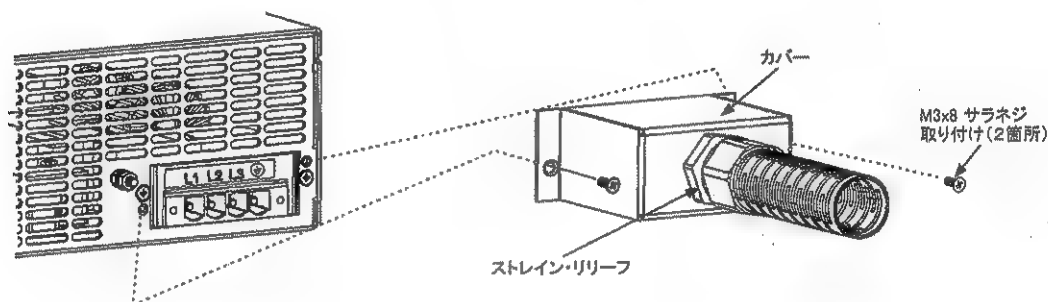

図 3-4 AC 入力カバーの取り付け
6. 挟み込みのないように、入力ケーブルをカバー内に納めてください。添付の M3x8 サラネジでカバーを電源に固定します。詳細は図 3-4 を参照下さい。